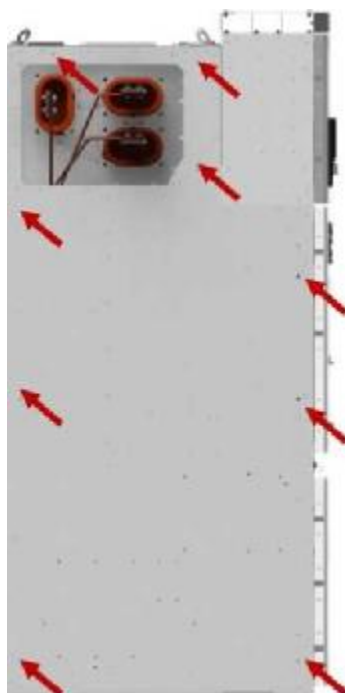

Рис. 22 Места скрепления соседних шкафов КРУ
2.5.2.5 Стянуть смежные боковые стенки установленных шкафов КРУ болтами М6х16 DIN6923 из комплекта ЗИП согласно рис. 22.